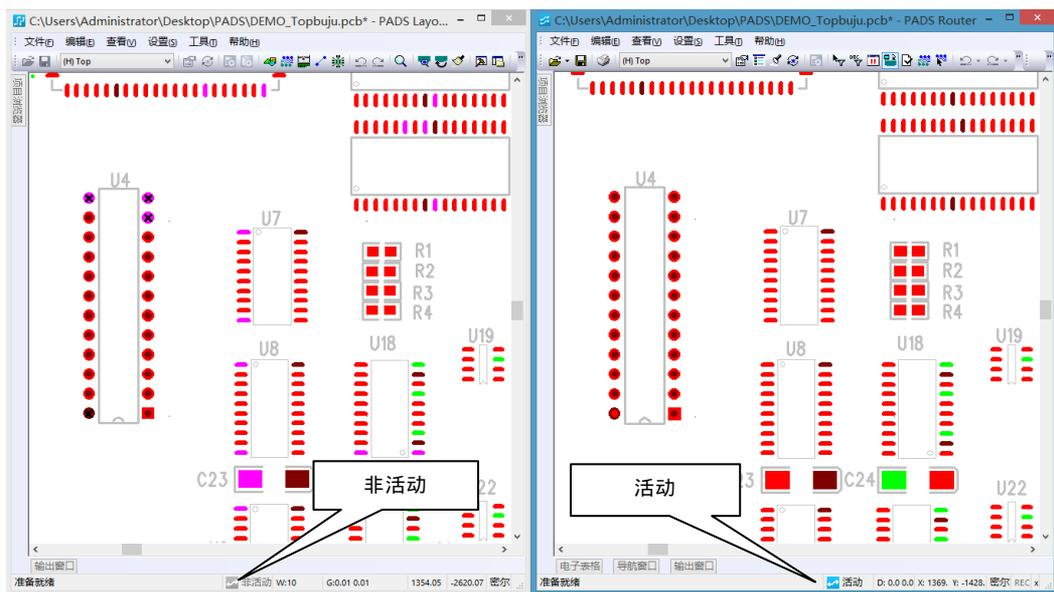

图 11-63 同步缩放操作的对比
捷地完成,有效合理地使用 Layout 与 Router 的同步功能可以大大提高设计效率,减少工作量。在 Layout 中单击工具栏上的 Route 图标按钮,即可方便地打开 Router,如图 11-63 所示。
(3) 在同步操作过程中,要有效地应用 Router 与 Layout 的优势操作,如通常使用 Layout 来进行布局与规则设置,以及进行最后的铺通灌铜等操作,而使用 Router 进行布线则比较方便,所以在 PCB 设计过程中难以避免随时的切换操作。PADS VX.2 的同步切换同样非常方便,如图 11-63 所示,在 Router 的状态栏中可以看到彩色“活动”标志,在 Layout 中显示为灰度“非活动”,可知此时活动的可操作窗口为 Router,要想切换到 Layout,只需单击工具栏中的 Layout 标志即可,Layout 中的切换方法不再赘述。